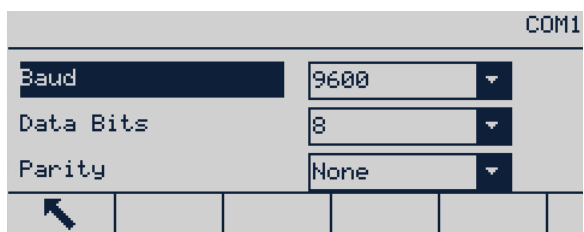

Figure B-26 : Écran de configuration du COM1
6. Accédez à **Communication | COM1** et vérifiez que les paramètres de communication de l'imprimante GT800 sont tels que présentés sur la Figure B-26.